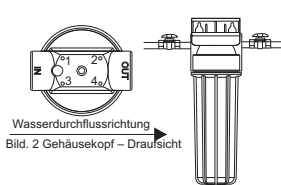

Bild. 2 Gehäusekopf - Draufsicht
- Schrauben sie die Montageplatte an den Gehäusekopf, verwenden sie dabei vier Montageschrauben an den Montagestellen 1, 2, 3, 4 (Bild 2).